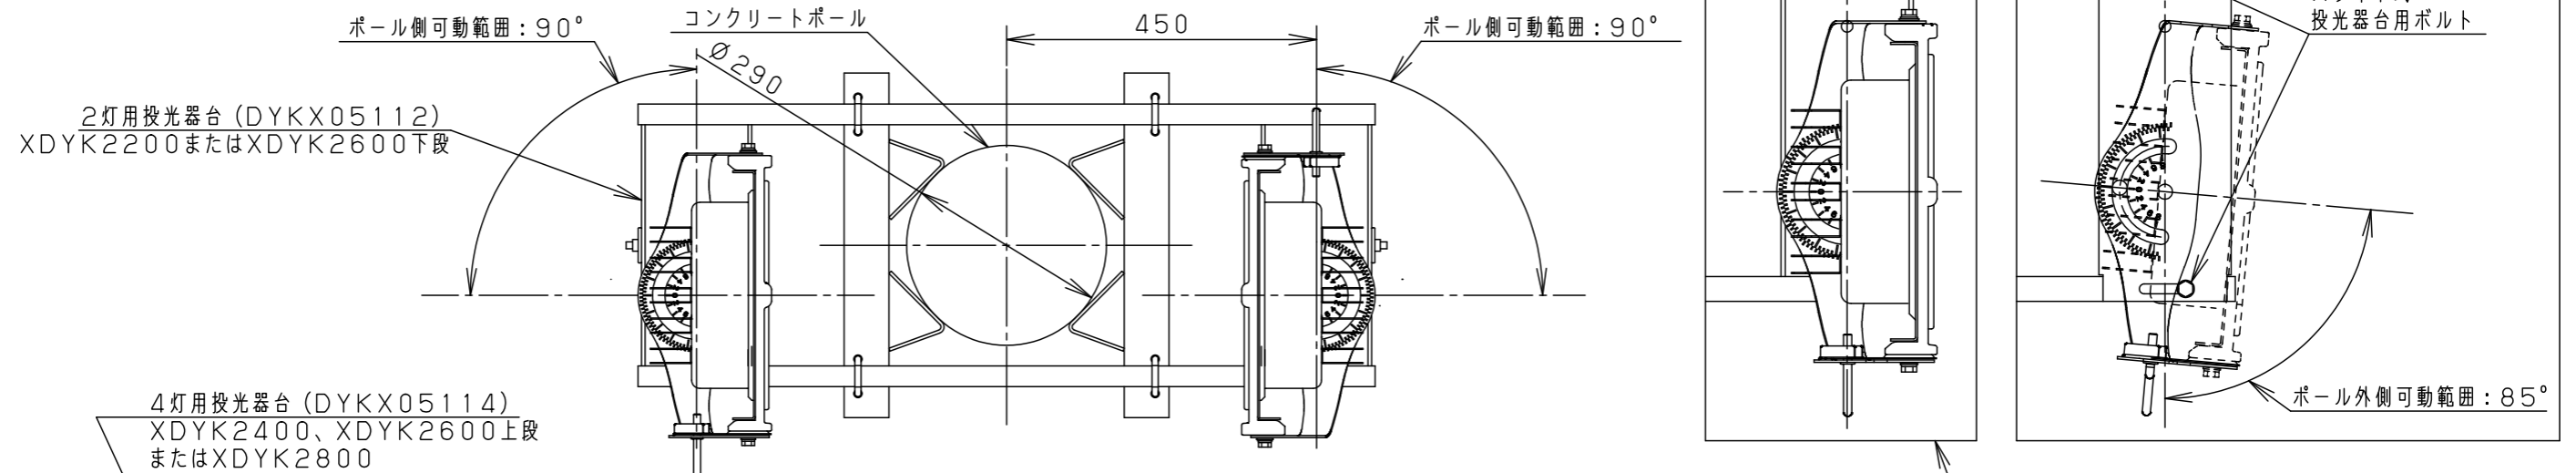
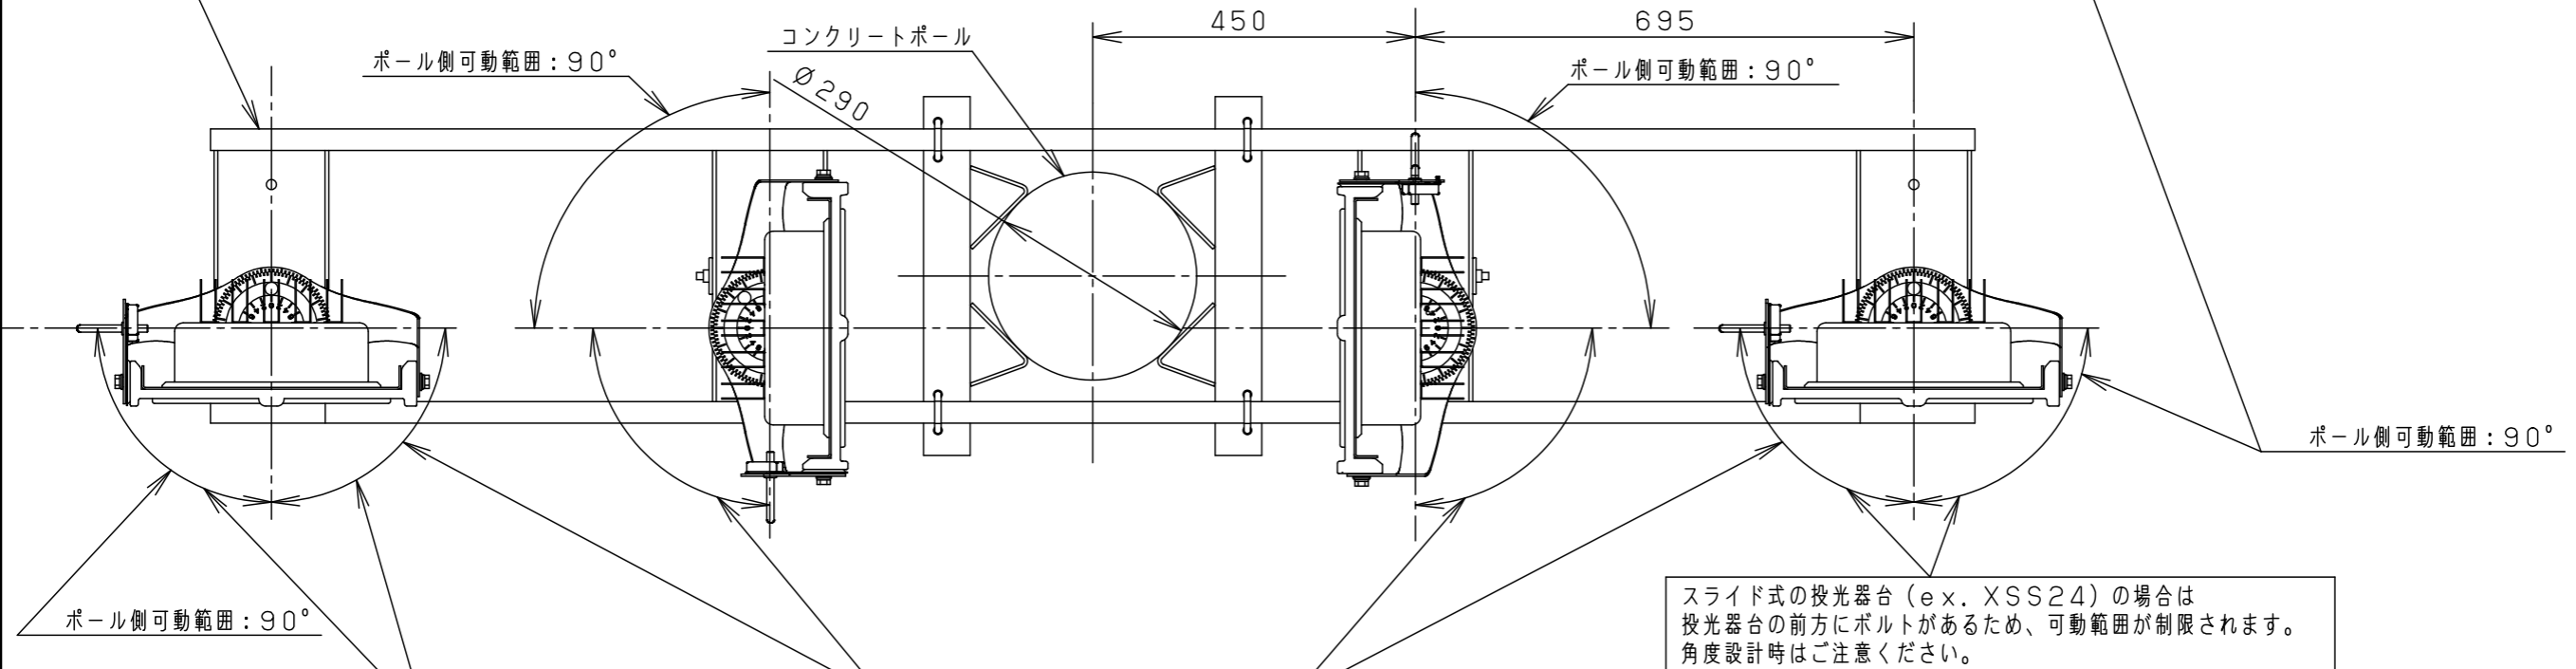

図1. 2灯用投光器台 (DYKX05112) に取付時の注意事項
図2. 4灯用投光器台 (DYKX05114) に取付時の注意事項
- 水平面・壁面（上下）・傾斜面及び天井面に取り付け可能です。但し、壁面（上下）・傾斜面取り付けの場合、横向き設置はしない。（図1参照）屋外の雨がかかる場所で使用する時は、フィルタ側を水平上向きに設置しない。浸水による感電・火災の原因となります。（フィルタ位置は図2参照）